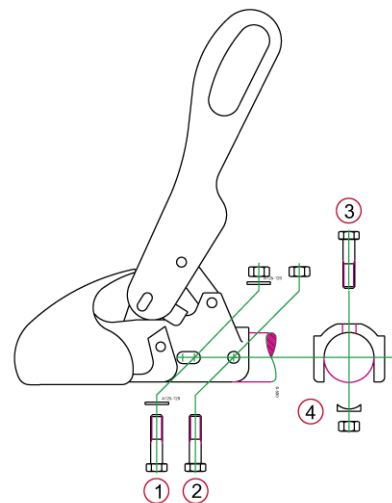

Bild 3: Anschluss
2.2 Die Zugkugelkupplung **WS 3000 D-S** kann mit Längs- (1)+(2) oder Kreuzverschraubung (1)+(3) und den Lochabständen von 40/50/54mm montiert werden. Die Zugkugelkupplung **WS 3000 H-S/L-S** kann mit Kreuzverschraubung (1)+(3) und dem Lochabstand 40mm montiert werden. Das Befestigungsmaterial gehört zum Lieferumfang und ist wie folgt einzusetzen: (Bild 3)
2.3 Wird die Zugkugelpkupplung WS 3000 als Ersatz für einen anderen Kupplungstyp eingesetzt, so ist bei Auflaufeinrichtungen darauf zu achten, daß der Stoßdämpfer wieder vorschriftsmäßig montiert und evtl. im Zugrohr vorhandene Distanzrohre korrekt aufgefädelt werden. Als Hilfsmittel bitte die mitgelieferten Bolzen $\varnothing 12 \times 34$ mm oder $\varnothing 12 \times 49$ mm je nach Deichseldurchmesser verwenden. Bolzen als Durchschlag bei der Demontage der Befestigungsschraube (2) oder (3) (Bild 3) je nach Befestigungsart des Stoßdämpfers verwenden und während der Montage/Demontage der Zugkugelpkupplung zur Zentrierung des Stoßdämpfers im Zugrohr stecken lassen. Beim Durchstecken der neuen Befestigungsschraube, Bolzen wieder entfernen.